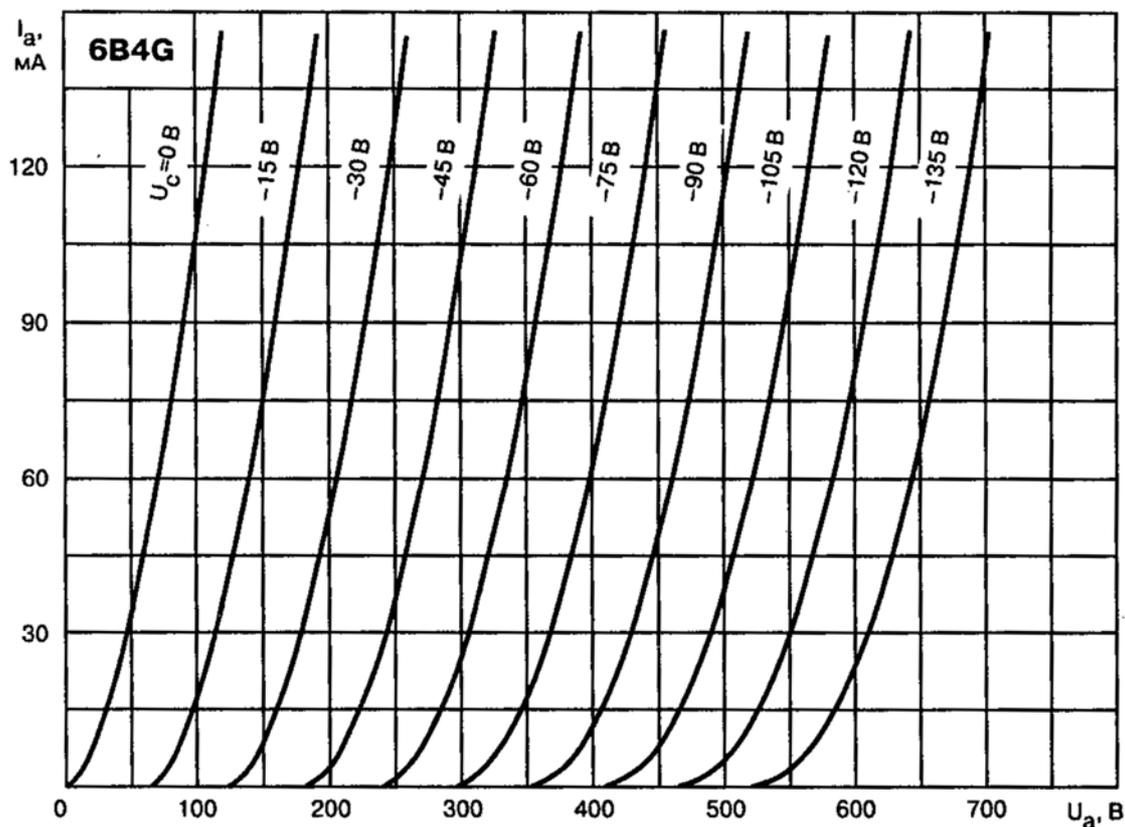

Рис. 3.15. Типовые вольт-амперные характеристики 6В4Г
- линейные ВАХ (см. рис. 3.15);